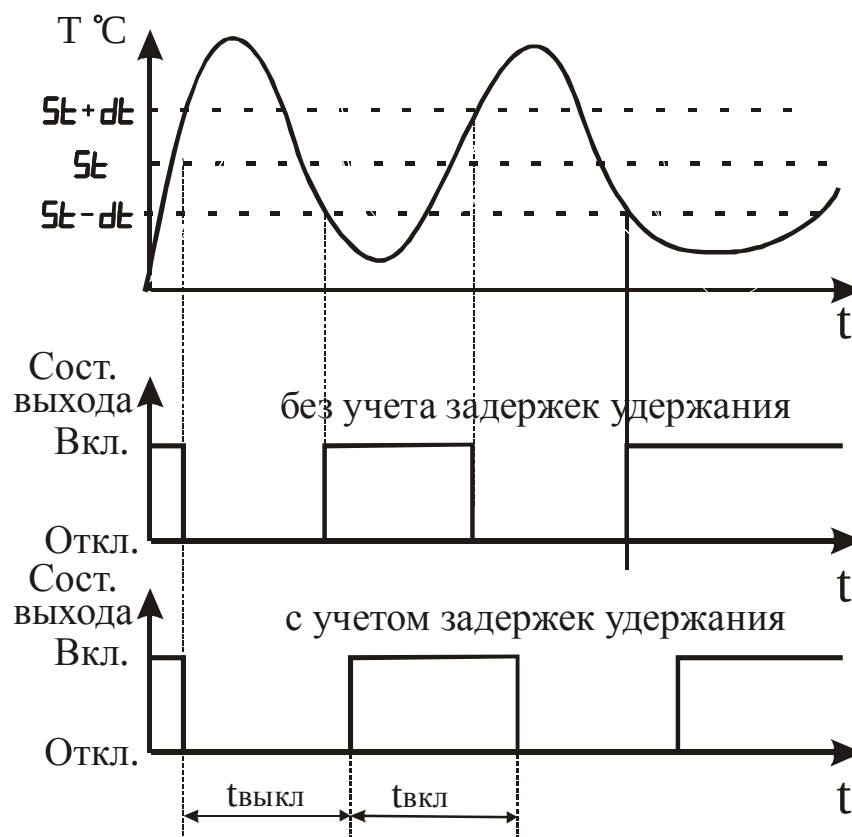

Рисунок 3.20 – Влияние параметров “Удержание замкнутым выходного устройства” и “Удержание разомкнутым выходного устройства” на состояние выходного устройства
3.3.3.12 Параметры “Удержание замкнутым выходного устройства” и “Удержание разомкнутым выходного устройства” задают минимальное время удержания выходного устройства в замкнутом и разомкнутом состоянии. Прибор удерживает выходное устройство в соответствующем состоянии в течение заданного времени, если даже по логике работы прибора должно произойти переключение (см. рисунок 3.20).